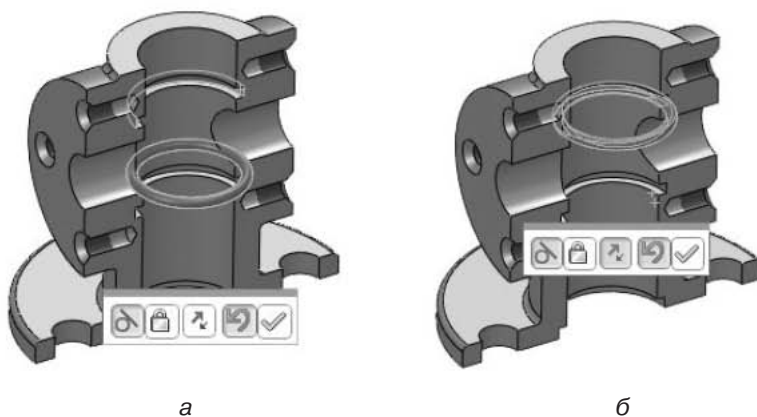

Рис. 6.34. Наложение сопряжений на кольцо
4. Вставьте в канавку корпуса кольцо, наложив сопряжения **Совпадение**, выделив цилиндрическую часть канавки и поверхность кольца (рис. 6.34, *а*), и еще раз **Совпадение**, выделив плоскость канавки и поверхность кольца (рис. 6.34, *б*). При необходимости воспользуйтесь кнопкой **Переставить сопряжение** .